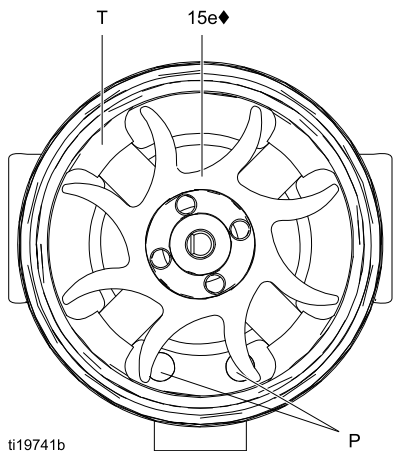
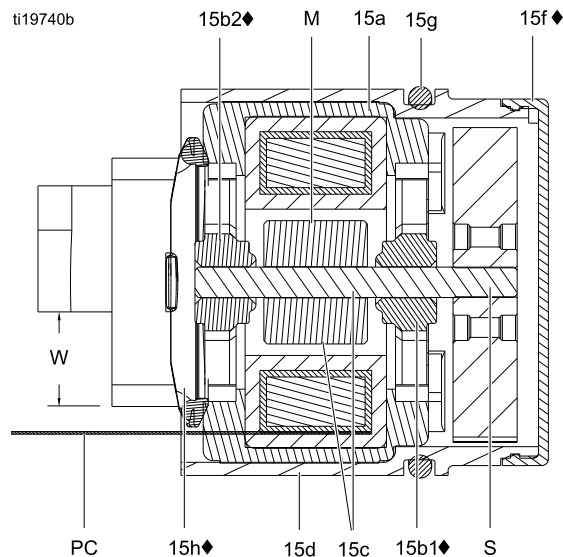

Figure 34 Orientamento della ventola
Figure 35 Sezione trasversale dell'alternatore
7. Tenere il gruppo della bobina (15a) su un banco da lavoro con l'estremità della ventola rivolta in alto. Utilizzando un cacciavite piatto, staccare la ventola (15e) dall'albero (S).
10. Inserire il nuovo cuscinetto inferiore (15b1◆) sull'estremità lunga dell'albero (S). Il lato piatto del cuscinetto deve essere rivolto lontano dal magnete (M). Inserirlo nella bobina (15a) in modo che le pale del cuscinetto siano allineate alla superficie della bobina.
12. Tenere il gruppo della bobina (15a) su un banco da lavoro con l'estremità della ventola rivolta in alto. Spingere la ventola (15e♦) sull'estremità lunga dell'albero (S). Le pale della ventola devono essere orientate come mostrato nella figura.
13. Premere con attenzione il gruppo bobina (15a) all'interno della parte anteriore dell'alloggiamento (15d♦), allineando lo spinotto sulla bobina con la fessura nell'alloggiamento. Il connettore a 3 conduttori (PC) deve essere posizionato sotto la tacca più larga (W) delle linguette dell'alloggiamento, come mostrato nella Fig. 35. Assicurarsi che i perni di allineamento della bobina (P) siano posizionati come mostrato in Fig. 34.
14. Ruotare la ventola (15e) in modo che le pale liberino le quattro linguette dei cuscinetti (T) nella parte posteriore dell'involucro. Accertarsi che le pale del cuscinetto inferiore (15b1♦) siano allineate alle linguette.